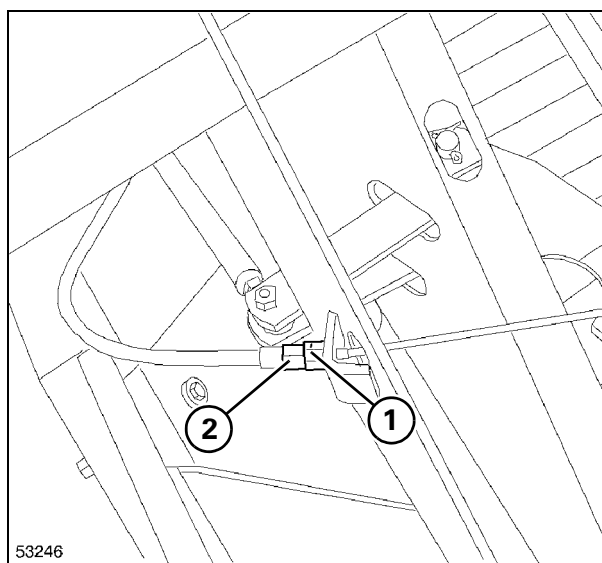

Рис. 35
**27.)- Стояночный тормоз** Рис. 35